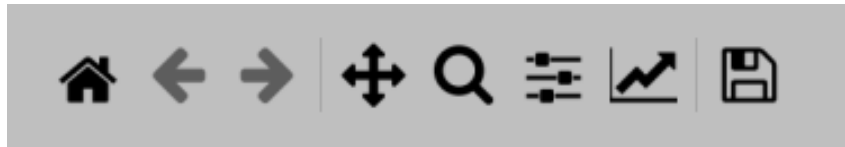

Figura 44: Barra de herramientas de paneles gráficos.
4. Utilizar la barra de herramientas de los paneles gráficos para acercarse, alejarse o moverse al rededor de la gráfica. Además, puede cambiar el diseño de las líneas, la escala, ocultar trazos específicos, entre muchas otras funciones. Dicha barra se muestra en la figura 44.